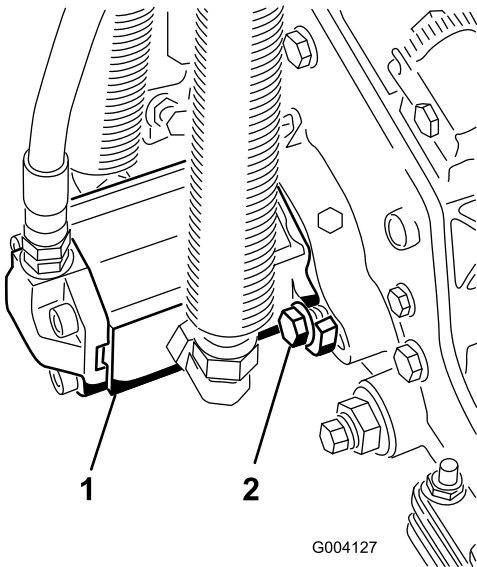

図 12
15. モータを手を持ち、右回りにひねってモータのフランジをキャップスクリュから逃がしながら、キャップスクリュにモータをセットする (図 12)。モータを左回りにひねっ